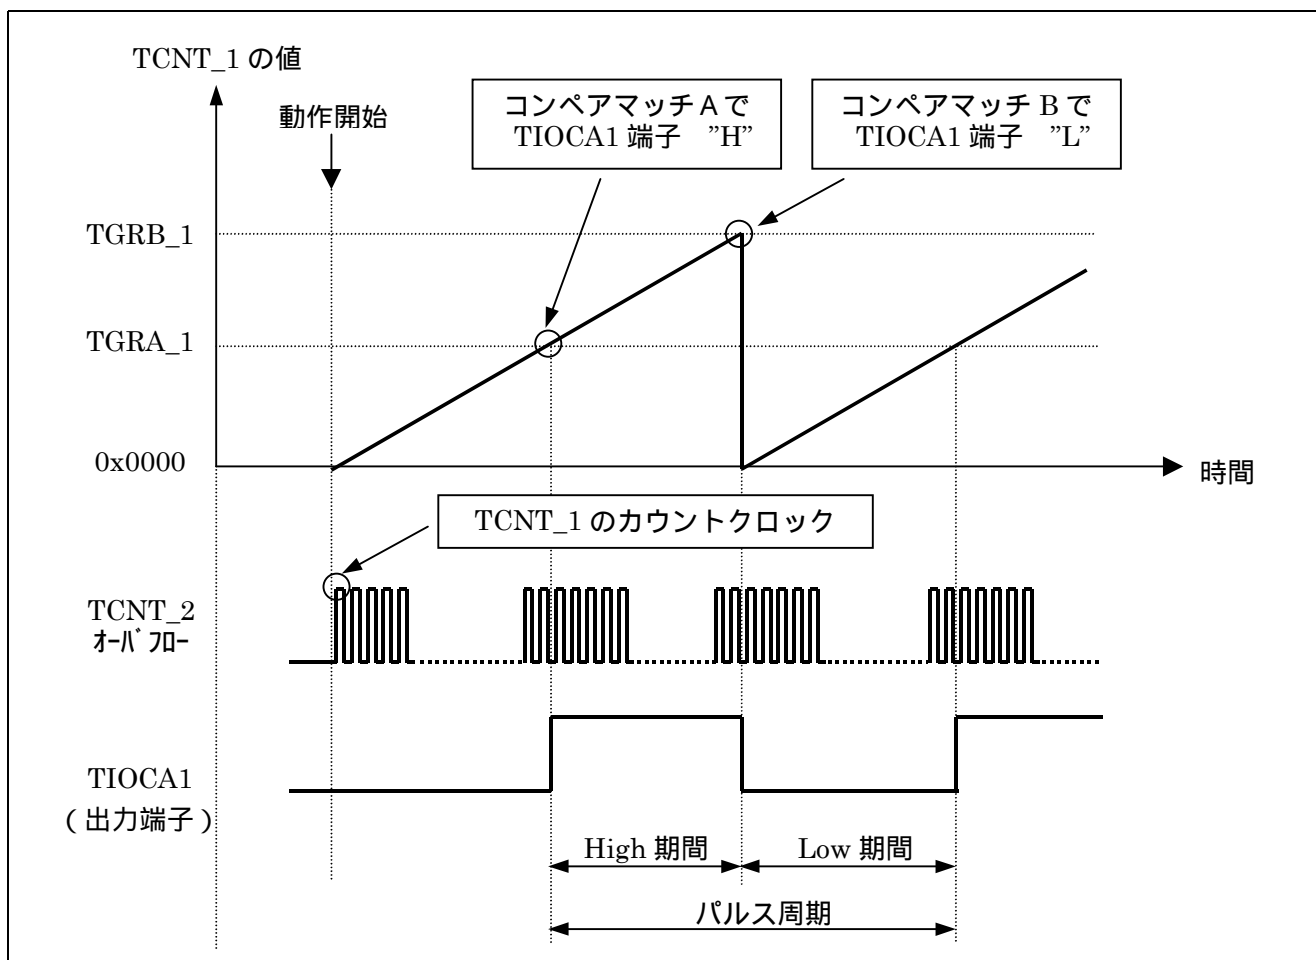

図 2 パルス出力動作例
ここでは TPU2 のカウントクロックは周辺モジュール (P) / 1 としますので、P = 25MHz 時には TPU2 のカウントクロック = 40.00nsec となり、TPU1 のカウントクロック = 2.62msec となります。動作例を図 2 に示します。